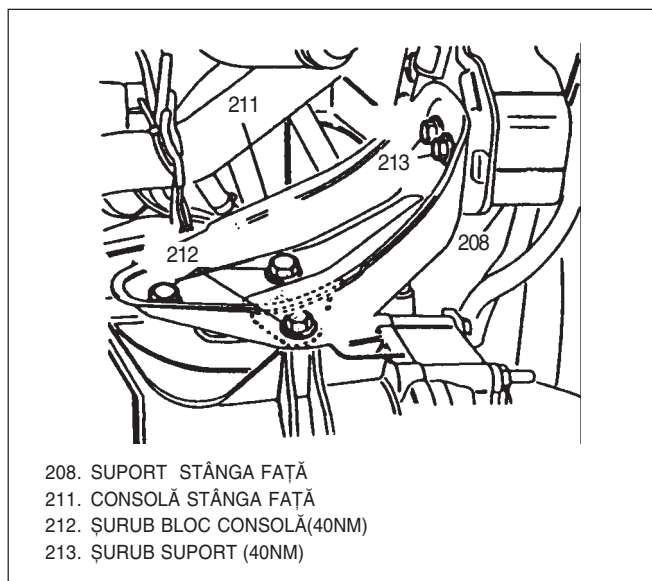

Fig. 6 Suportul grupului motor-cutie de viteze
- 3) Șuruburile de fixare ale suportului dreapta față de consola intermediară (213, Fig. 6).
- 4) Șuruburile de fixare a consolei dreapta față, pe blocul motor(215, Fig. 6).
- 5) Piulițele de fixare a suportului dreapta față(219) și șaibele(218) pe consolă(217).
- 6) Șuruburile de fixare a consolei stânga pe suport (213).
- 8) Șuruburile(210) și șaibele(209) suportului stânga.
- 9) Suportul spate (201), piulițele(205), șurubul(202) și șaiba(204).
10) Suportul spate de pe șasiu, șuruburile(207) și șaiba(206).